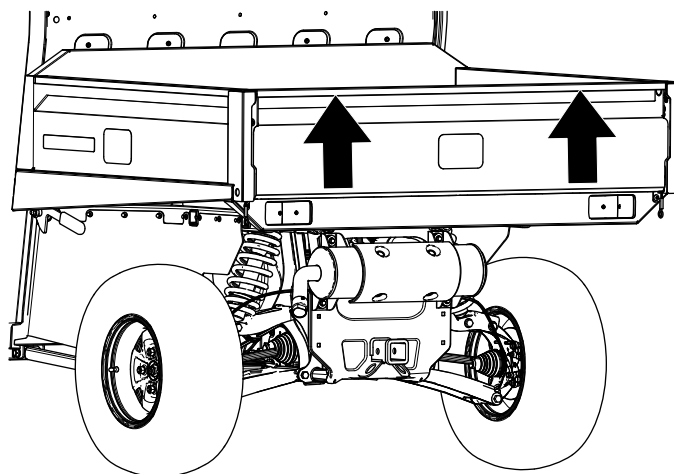

Figura 43
2. Utilizzando entrambe le mani, sollevate la sponda posteriore utilizzando il bordo vicino alla parte superiore della sponda posteriore (Figura 43).